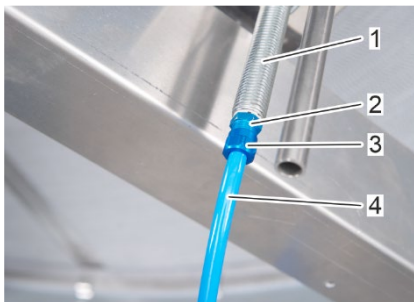

Figura 62: Asegurar la manguera de aire comprimido
5. Fije la manguera de aire comprimido (Figura 62/4) a la boquilla de aire comprimido (Figura 62/1) enroscando la tuerca de unión (Figura 62/3) en el perno roscado (Figura 62/2).